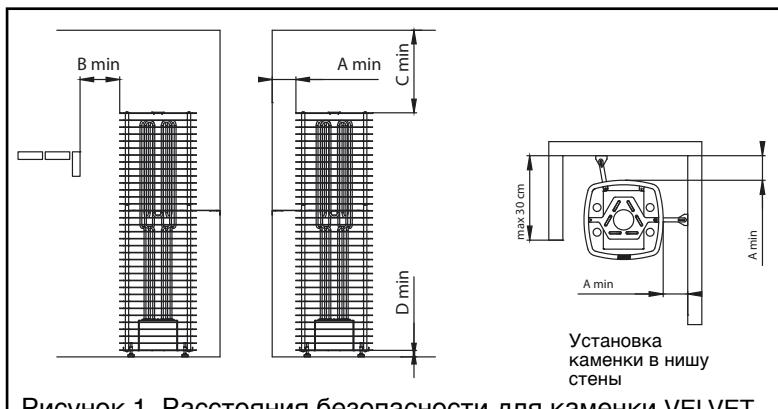

Рисунок 1. Расстояния безопасности для каменки VELVET
\*\*) См. рис.1
- Электрокаменку допускается устанавливать также в нишу стены. См.рисунок 1.